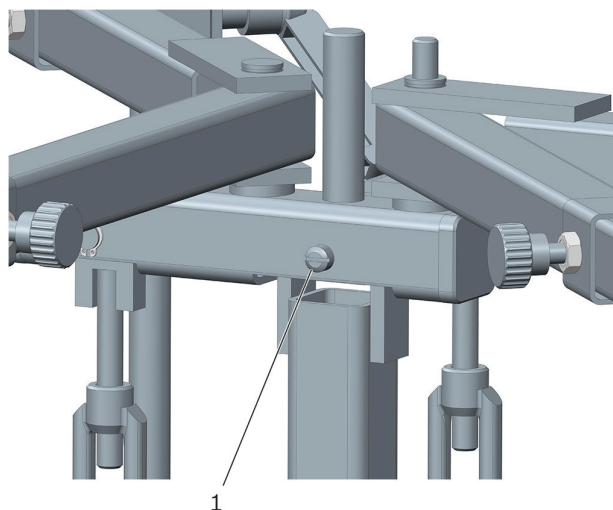

Figura 11: Posizione della vite dell'albero 1, la vite dell'albero 2 si trova sul lato opposto (non visibile)
- ▶ Accertarsi del corretto collegamento a vite delle viti dell'albero (2 pezzi) nel campo di rotazione del supporto del cambio (vedere figura 11).